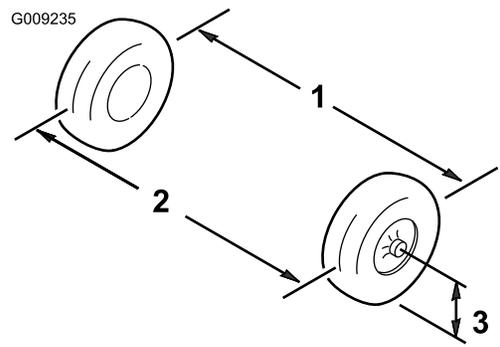

图 56
1. 以轮轴的高度为标准、分别测出两个前轮的轮前距离和轮后距离 (图 56)。